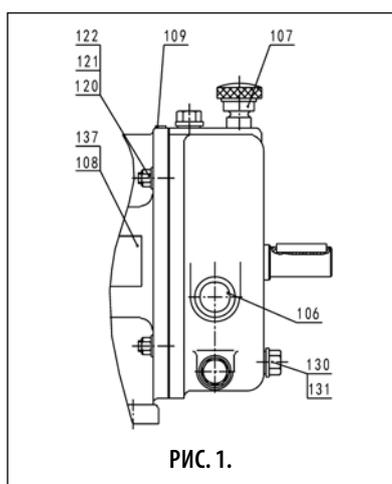

РИС. 1.
См. рис. 1. Выкрутите сливную пробку (130), ослабьте воздушный фильтр (107) и слейте смазочное масло из редуктора (04). Соберите смазочное масло в подходящий контейнер. Снимите редуктор (04) после снятия зажимных гаек (121).